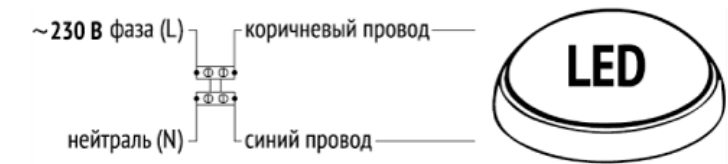

Рис.1. Схема подключения светодиодного светильника к эклектрической сети 230В.
- Присоедините подготовленные концы проводов светильника к сетевому проводу (через клеммную колодку) Рис.1.